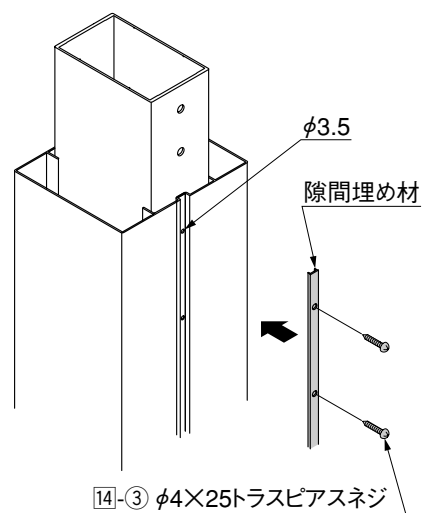

図2-6
- ② スタンダードスタイルおよびナチュラルコートスタイルの場合は、前面部化粧材と側面部化粧材の間に隙間埋め材をφ3.5の下孔をあけて14-③で固定してください。（図2-6参照）